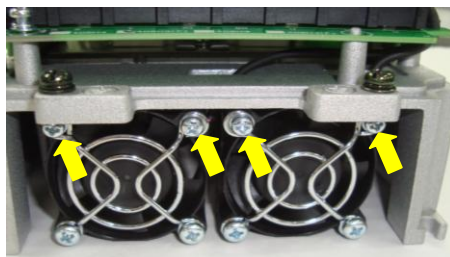

Рис. 7.7
7.5.5. Закрепить внешние вентиляторы на радиаторе винтами, обратив внимание на их взаимное расположение (желтые стрелки, рис. 7.7).